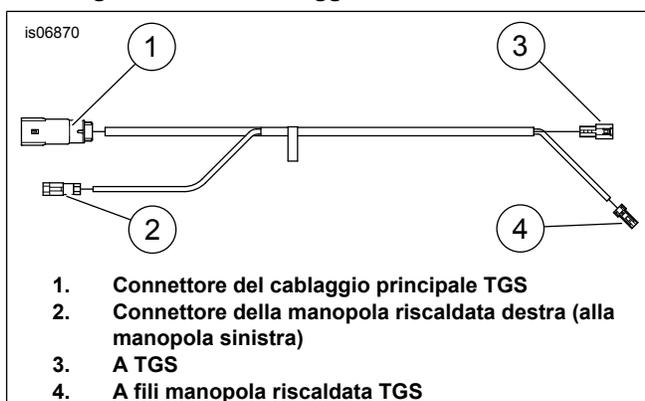

Figura 3. Cablaggio di collegamento del TGS
4. Vedere Figura 3 Fissare il **NUOVO** cablaggio di collegamento TGS al TGS.
- a. Collegare il connettore (3) al cablaggio TGS.
- b. Collegare il connettore (4) al connettore della manopola riscaldata.